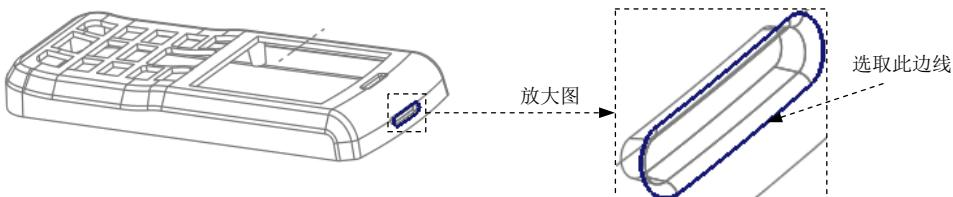

图 31.23 选取延伸边线
Step8. 将复制后的表面延伸至坯料的表面。选取图31.23所示的边线为延伸对象；单